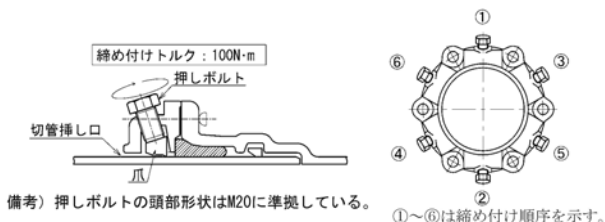

図62 押しボルトの締め付け (呼び径150の例)
- ② 爪が管と接するまで、全数の押しボルトを均等に手で仮締めする。
- ③ 図62に示す順序で、トルクレンチを用いて押しボルトを均等に規定の締め付けトルク100N・mで締め付ける。